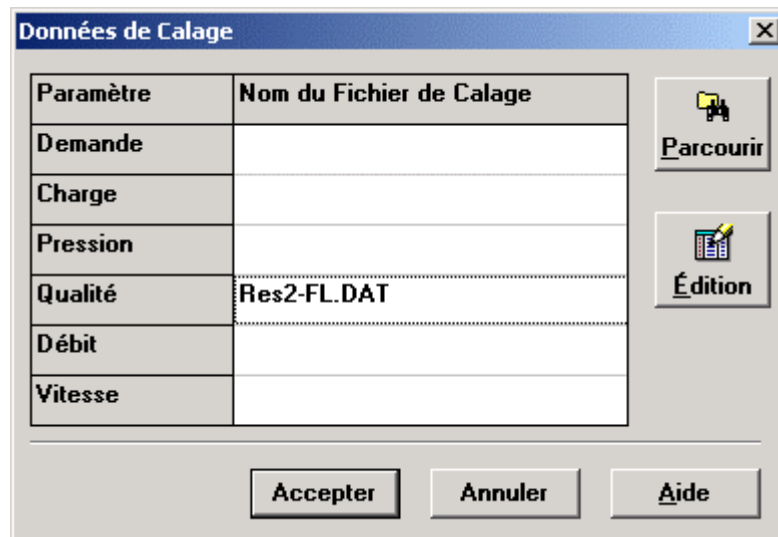

Figure 5.3 Boîte de dialogue des Données de Calage
2. Dans la boîte de dialogue des Données de Calage (Figure 5.3) cliquez sur le champ à côté du paramètre des données à déclarer.